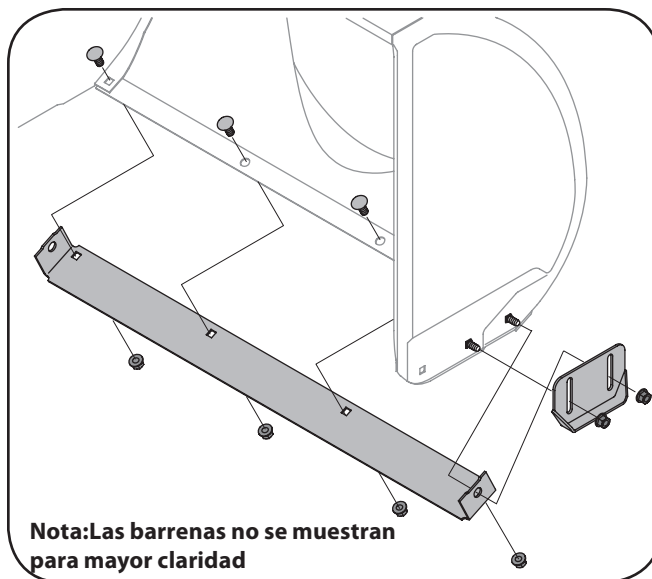

Figura 6-1
1. Retire los pernos del carro y tuercas que sujetan cada zapata antideslizante a la caja de la barrena. Vea la Figura 6-1.
3. Retire ambas zapatas antideslizantes y los elementos de ferretería, incluyendo los pernos del carro y las tuercas que unen la placa de raspado a la caja de la máquina quitanieve. Para ver la ubicación de la placa de raspado, consulte la figura 6-1.